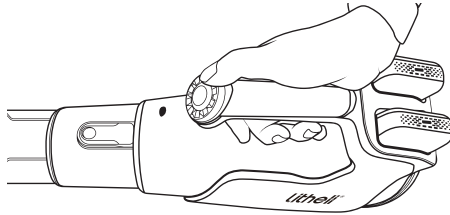

Abb. 5
- b.** Drücken und halten Sie den Ein/Aus-Schalter, jetzt ist das Bläsergerät eingeschaltet. (Abb. 5)